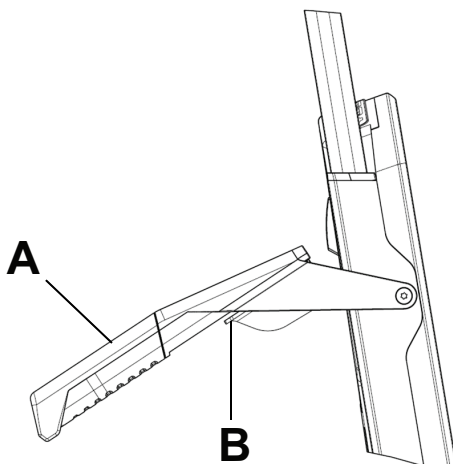

Рисунок 34 – Опускание предназначенных для переноски откидных ручек головного конца
1. Поднимите вверх предназначенную для переноски откидную ручку головного конца (А) (Рисунок 34).
2. Потяните к себе пальцем красный курок ручки (В) (Рисунок 34).